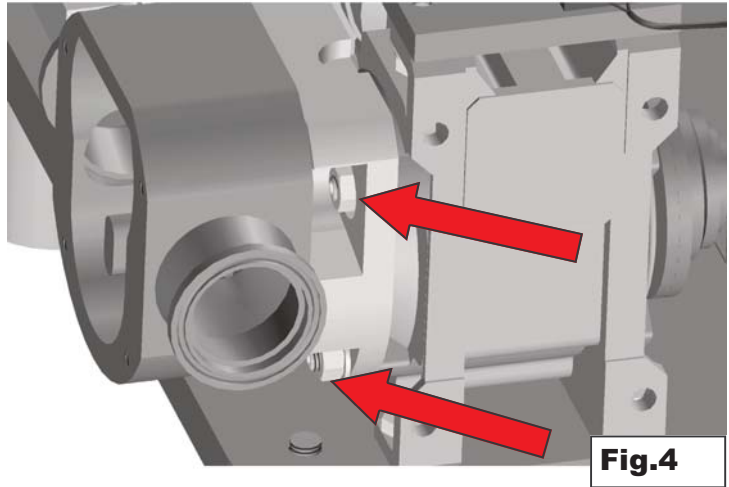

Fig.4
2. Con una llave adecuada, desatornillar los cuatro tornillos del soporte **Fig. 4**